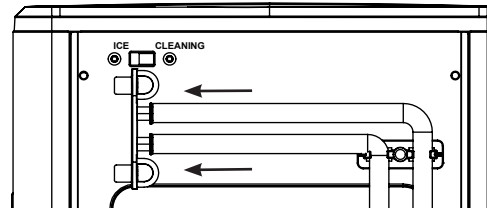

Figure 5
10. Débranchez le haut des tuyaux de vidange à l'arrière de l'appareil. Voir la figure 5.